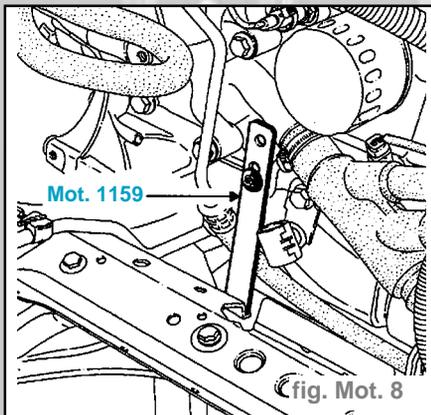

fig. Mot. 8
- Monter la patte **Mot. 1159** à la place de la fixation du tube d'eau sur le carter-cylindres (fig. Mot. 8).